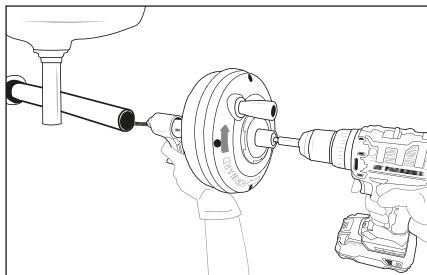

Fig. 3
- 8) Vérifiez s'il est possible de tenir l'appareil à une distance non supérieure à 10 cm de l'ouverture du tuyau d'évacuation. Une distance plus importante par rapport à l'ouverture du tuyau d'évacuation augmente le risque de torsion ou de pliage de la spirale ⑧. Si la distance est plus grande, il convient de rallonger l'ouverture du tuyau d'évacuation avec des tubes et des raccords de la même taille de sorte que l'appareil puisse être placé à 10 cm maximum de l'ouverture du tuyau d'évacuation (voir fig. 3). Si la spirale ⑧ n'est pas assez soutenue, elle peut se plier, se tordre et être endommagée ou blesser l'utilisateur.
- 7) Tournez le tambour **2** dans le sens horaire (selon la flèche au dos du tambour **2**, voir fig. 3) et appuyez sur le déclencheur **6**. En actionnant le déclencheur **6**, la spirale **8** est guidée dans le tuyau d'évacuation. Vous pouvez aussi faire avancer ou reculer rapidement la spirale **8** en la tirant hors du tambour **2** ou en la poussant dedans.